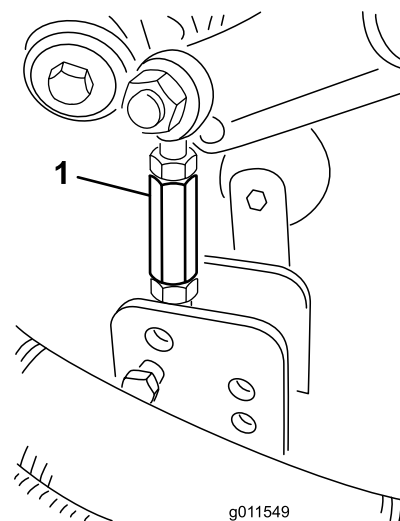

Figure 30
- 9. Enlevez les goupilles fendues et les axes de chape qui fixent les biellettes d'amortisseurs aux supports du plateau de coupe (Figure 30).